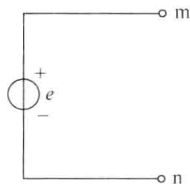
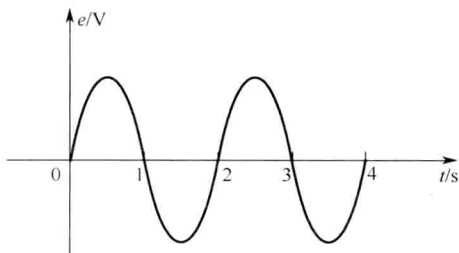

图 1-1-12
图 1-1-13
15. 某电源如图 1-1-12 所示，其电动势的波形如图 1-1-13，则该电动势为_____（选填：直流/交流）电动势。0 < t < 1s 时，电动势的方向由_____端到_____端，电压方向由_____端到_____端，电位高的是_____端；1s < t < 2s 时，电动势的方向由_____端到_____端，电压方向由_____端到_____端，电位高的是_____端。